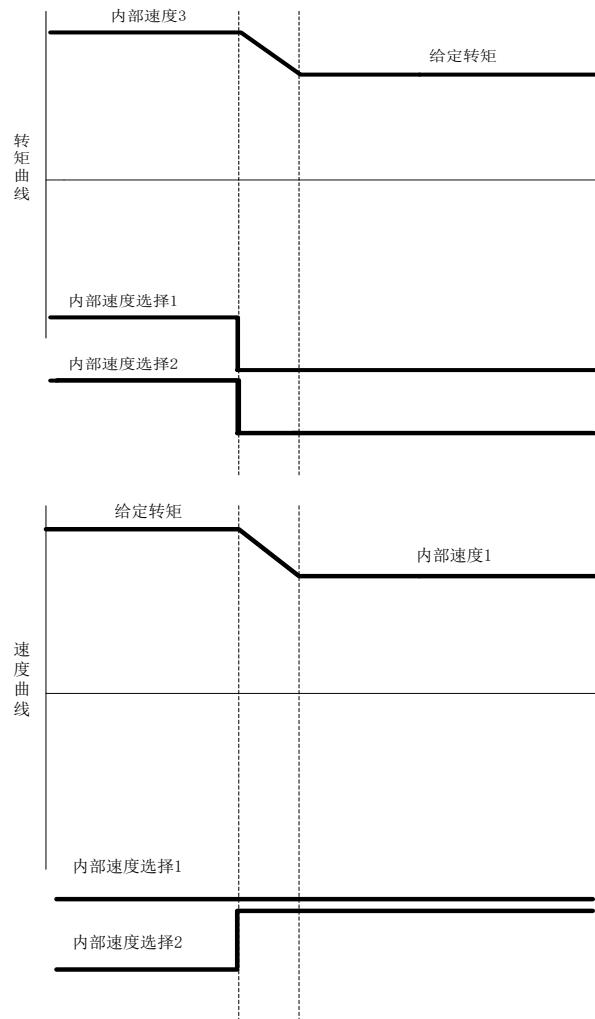

图 6.5.9 速度模式及转矩模式切换时序图
(1) 内部寄存器速度与内部寄存器转矩切换模式、内部寄存器速度与外部模拟量转矩切换模式、如图 6.5.9 所示伺服使能后, 当内部速度选择信号有效时, 伺服以速度模式运行; 当内部速度选择信号无效时, 伺服以转矩模式运行。